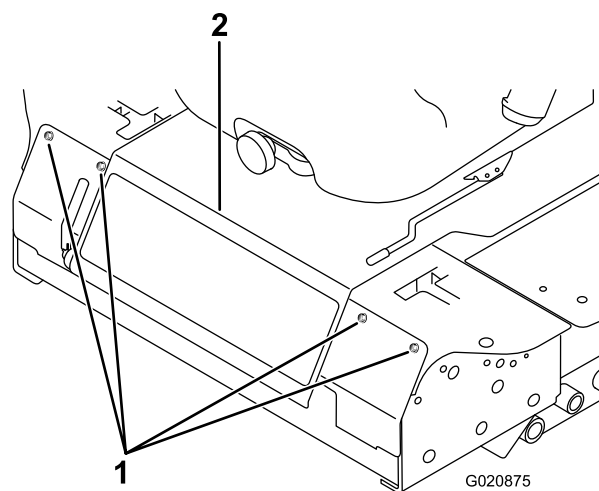

Figura 52
3. Retire os parafusos que fixam o painel dianteiro e retire o painel (Figura 52).